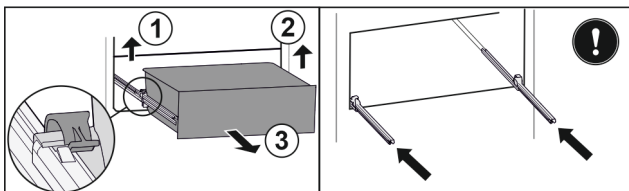

Fig. 219
- Linke Klemme anheben und gleichzeitig Schubfach links nach vorne ziehen. Fig. 219 (1)
- Rechte Klemme anheben und gleichzeitig Schubfach rechts nach vorne ziehen. Fig. 219 (2)
- Schubfach nach vorne entnehmen. Fig. 219 (3)